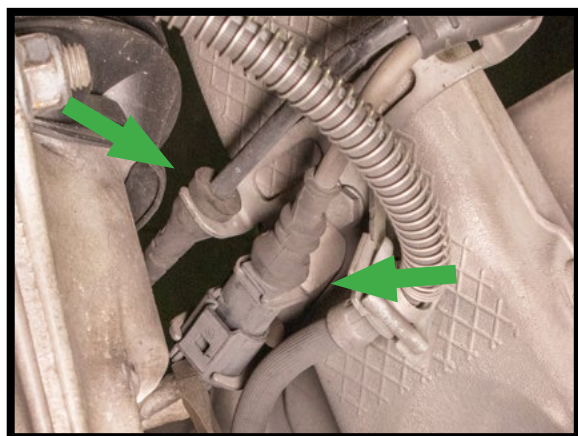

图9
9. 从固定支架上拆下轮速传感器接线。(图 9·10·11)